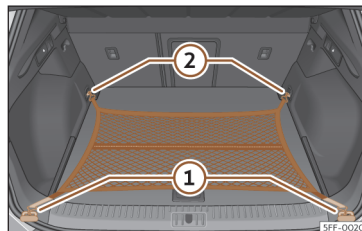

Fig. 180 Na bagageira: saco de rede fixado rente ao piso.
- Fixe os ganchos da rede nas argolas de fixação >>> **Fig. 180** ① e ② >>> ⚠️. O fecho de correr do saco deve ficar voltado para cima.